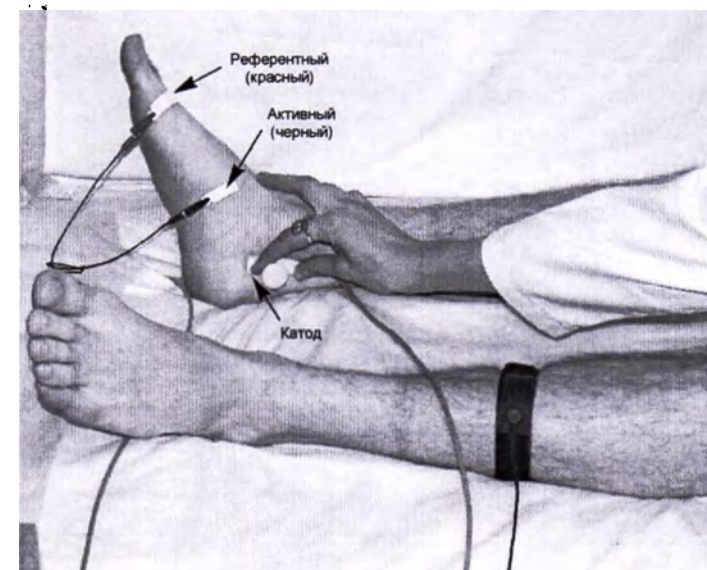

Рис. 94. Проведение стимуляции в дистальной точке
5. Первая точка стимуляции находится позади медиальной лодыжки, посередине линии, проведенной от основания лодыжки до ахиллово сухожилие (рис. 94).